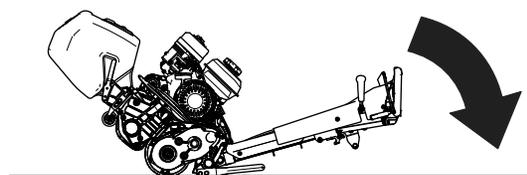

Figure 4
1. Accédez à l'unité de coupe en abaissant le guidon de la machine au sol (Figure 4).